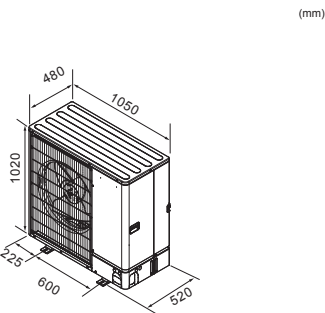

Fig. 2-3
2.3. Spoljašnje dimenzije (Spoljna jedinica) (Fig. 2-3)